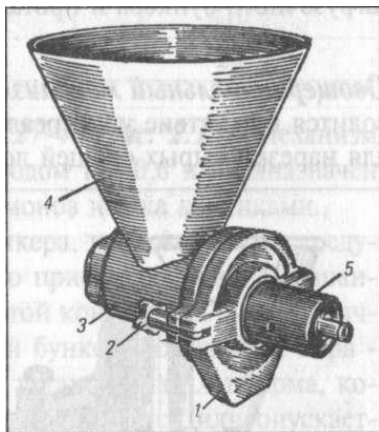

Рис. 2-11. Сменный механизм МС12-15.
6. Сменный механизм МС12-15 (рис. 2.11) Сменный механизм предназначен для измельчения сухарей, соли, сахара, перца, кофе и др. продуктов. Он состоит из двух частей: корпуса и хвостовика. Корпус имеет загрузочный бункер с предохранительной решеткой и крышкой, а так же неподвижный терочный диск, разгрузочное окно и регулятор степени помола продукции. Хвостовик имеет горизонтальный вал, на котором размещены шнек для подачи продуктов и подвижный терочный диск. Корпус соединяется с хвостовиком посредством отдельных винтов. Степень помола зависит от расстояния между неподвижным терочным диском и подвижным терочным диском. Это расстояние устанавливается при помощи винта регулятора, который соединен с подвижным терочным диском.